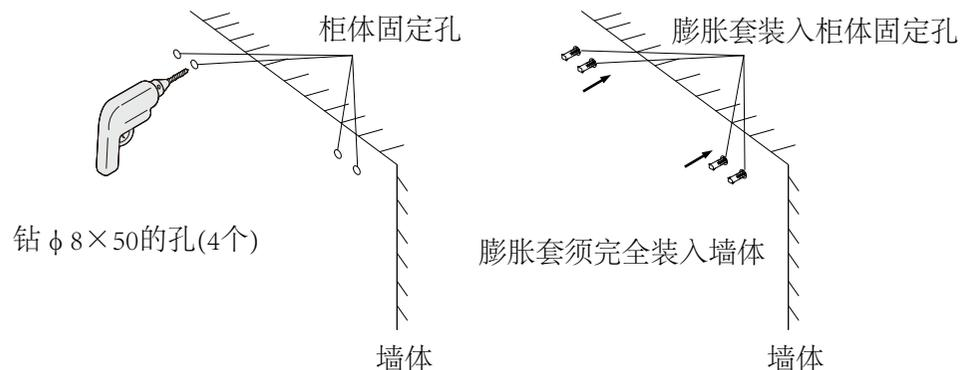

图7
③如图7所示，用笔标记柜体固定孔位后(四处)。
如图7所示将柜体暂时移开，在标记好的墙上钻 $\phi 8 \times 50$ 的孔(4个)，并将膨胀管敲入墙壁内。